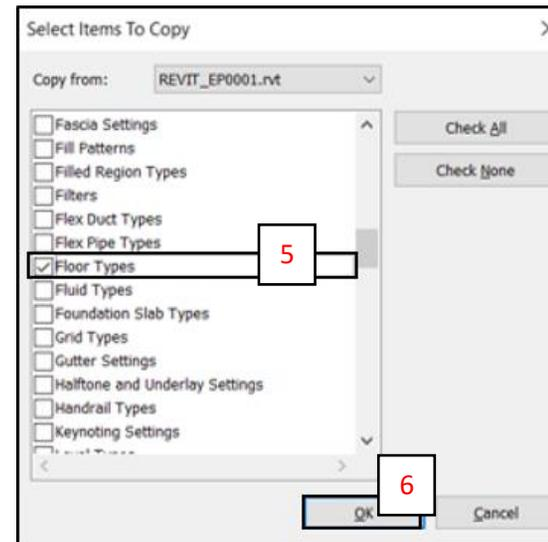

Fig. 4
- D. Seleccionar la categoría **Floor Types** (5) para transferir solamente las propiedades de la losa del Archivo Descargable. Presionar **OK** (6). (Fig. 4)